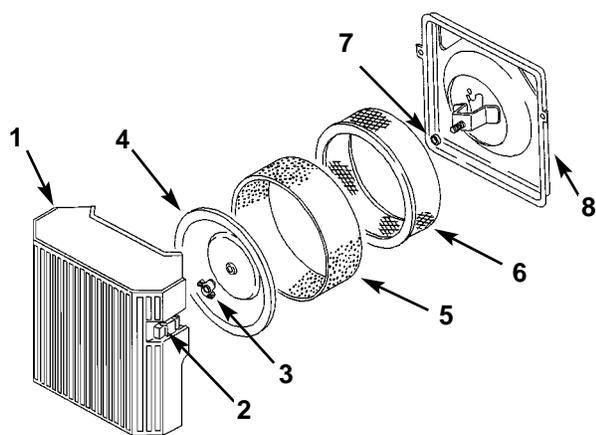

Figure 17
3. Pulite attorno al filtro dell'aria per impedire che lo sporco entri nel motore, danneggiandolo. Togliete la manopola e il coperchio del filtro dell'aria (Fig. 17).
4. Togliete delicatamente il filtro di spugna dal filtro di carta (Fig. 17)
5. Svitare il dado di gomma e togliete il filtro di carta (Fig. 17).
1. Mettete delicatamente il filtro di spugna sopra il filtro di carta (Fig. 17).
2. Inserite il filtro dell'aria al completo sull'asta lunga. Ora avvitate con le dita il dado del coperchio il filtro dell'aria (Fig. 17).
3. Montate il coperchio del filtro dell'aria e la manopola (Fig. 17).